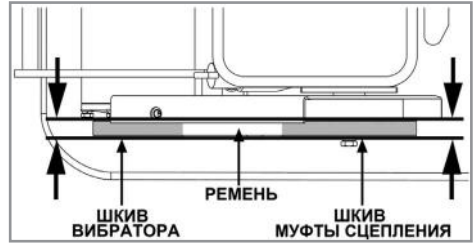

Рис. 24 Проверка натяжения ремня привода вибратора
- Сдвигая двигатель в сторону от вибратора, проверяйте натяжение ремня. При этом нужно контролировать, чтобы ремень и шкивы вала вибратора и муфты сцепления были на одной оси (Рис. 24).